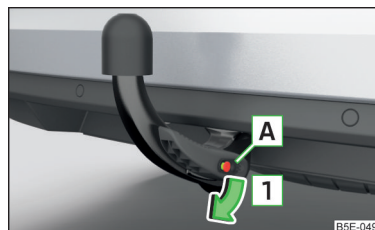

Abb. 303
- › Die Kappe **A** vom Schloss in Pfeilrichtung **1** » Abb. 303 abnehmen.